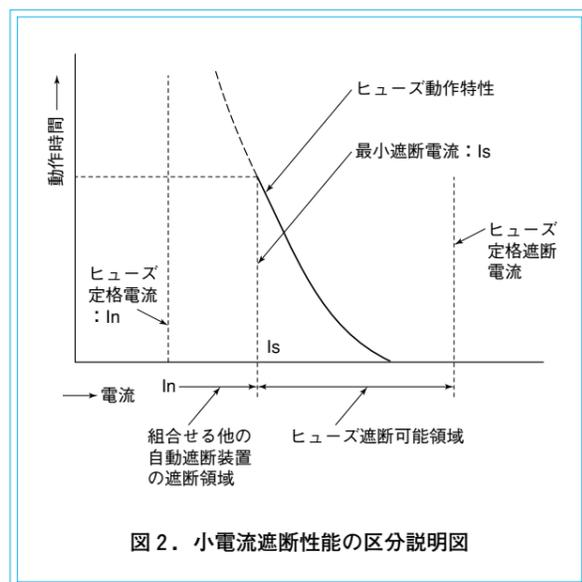

図2. 小電流遮断性能の区分説明図
### (3) 最小しゃ断電流の選定方法：図2参照
使い分け頂きますと、図2に示すヒューズ遮断可能領域が広くとれます。
ヒューズの最小遮断電流が定格電流の5倍以下程度であっても、高圧側の短絡事故であればほとんどの場合、短絡電流はヒューズの最小遮断電流以上となるため、高圧ヒューズ単独で遮断できます。また高圧ヒューズの小電流域については図2に示す通り、高圧側の引はずし装置付き高圧電磁接触器あるいは遮断器等と協調を取ることで、また低圧側の故障に対しては低圧ヒューズとか、ノーヒューズ遮断器で遮断して協調をとることによってカバーすることができます。